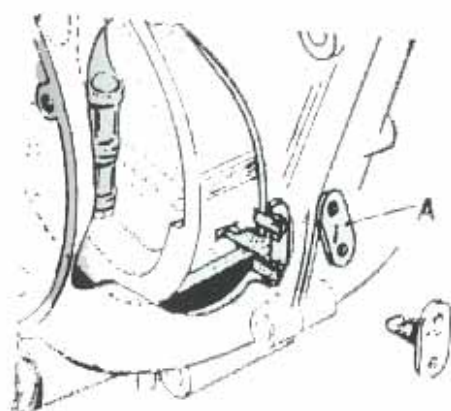

Fig. 10.
Per semplificare la messa in posizione del pistone, il volano è stato predisposto per accogliere una spina di messa in fase (presente nel corredo attrezzi) da inserirsi nell'apposita apertura ricavata sul piano frontale del carter (Fig. 10). Innanzitutto, portare il pistone destro a fondo corsa di compressione (entrambe le valvole chiuse). Togliere il coperchio (4) ed inserire la spina. Far girare il motore all'indietro lentamente, fino a percepire la spina quando innesta nella chiave di messa in fase, ricavata sul volano, indi montare e bloccare le viti.
prescritta per la messa in fase. La spina deve venire inserita con la sezione spianata rivolta in alto (tutti i Modelli, Fig. 10).